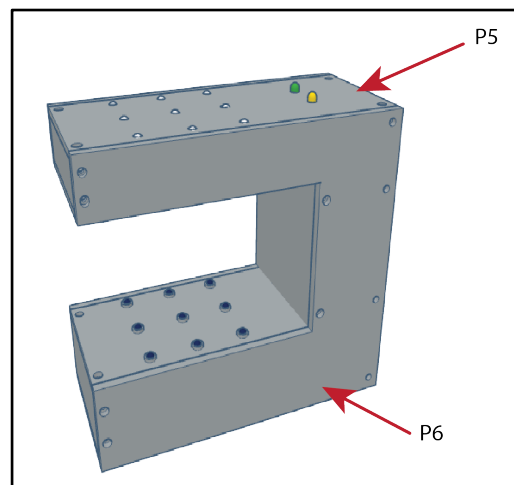

Figure 35. RetINaBox complete
- e. Fixez P5 et P6 (**Fig. 35**). Vous avez maintenant terminé la construction de RetINaBox !